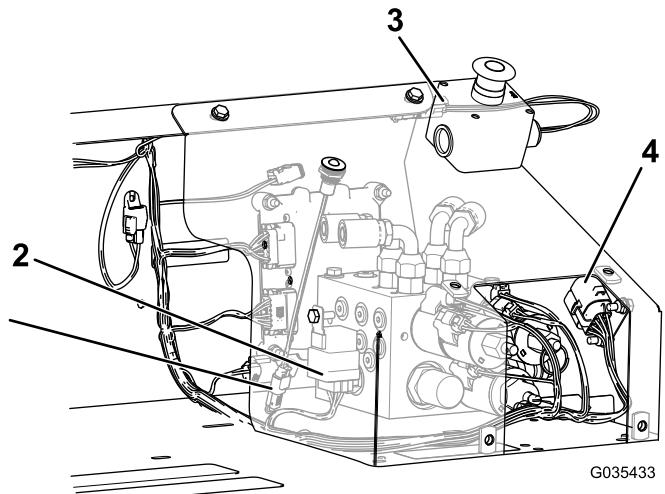

Рисунок 19
- 10. Вставьте соединители жгута проводов, предназначенные для кнопки аварийного останова, реле, диагностического индикатора и блока предохранителей, в соответствующие переходники, как показано на Рисунок 19.